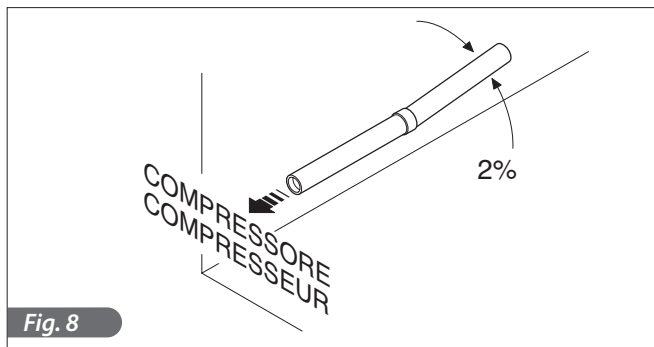

Fig. 8
- 1) Inclinaison des conduits (Fig.8)